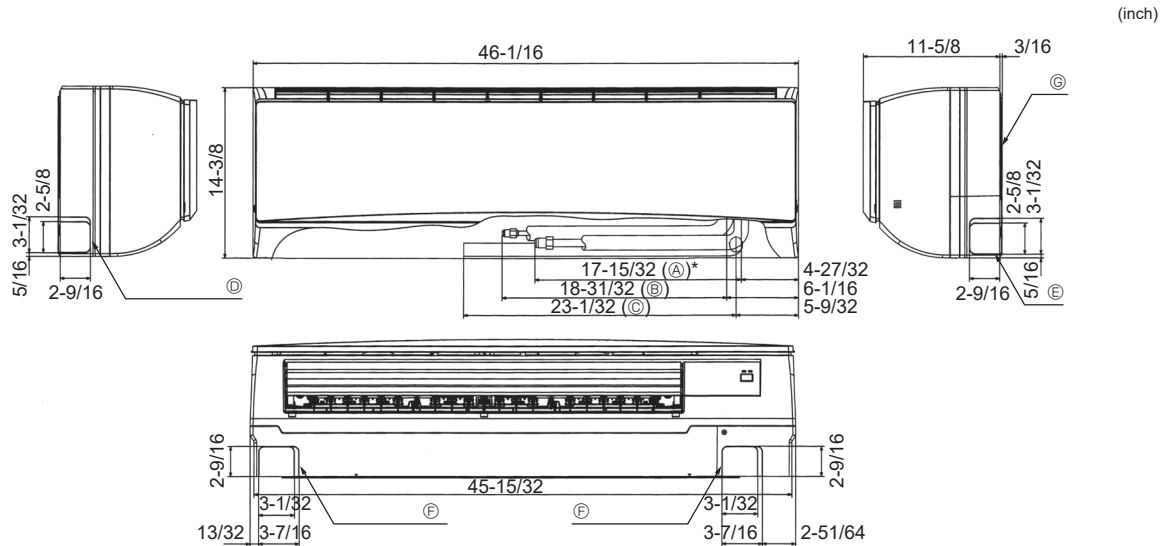

Fig. 4-2
4.3. Colocación de los tubos del refrigerante y de drenaje (Fig. 4-2)
- Ⓖ Placa de montaje ①